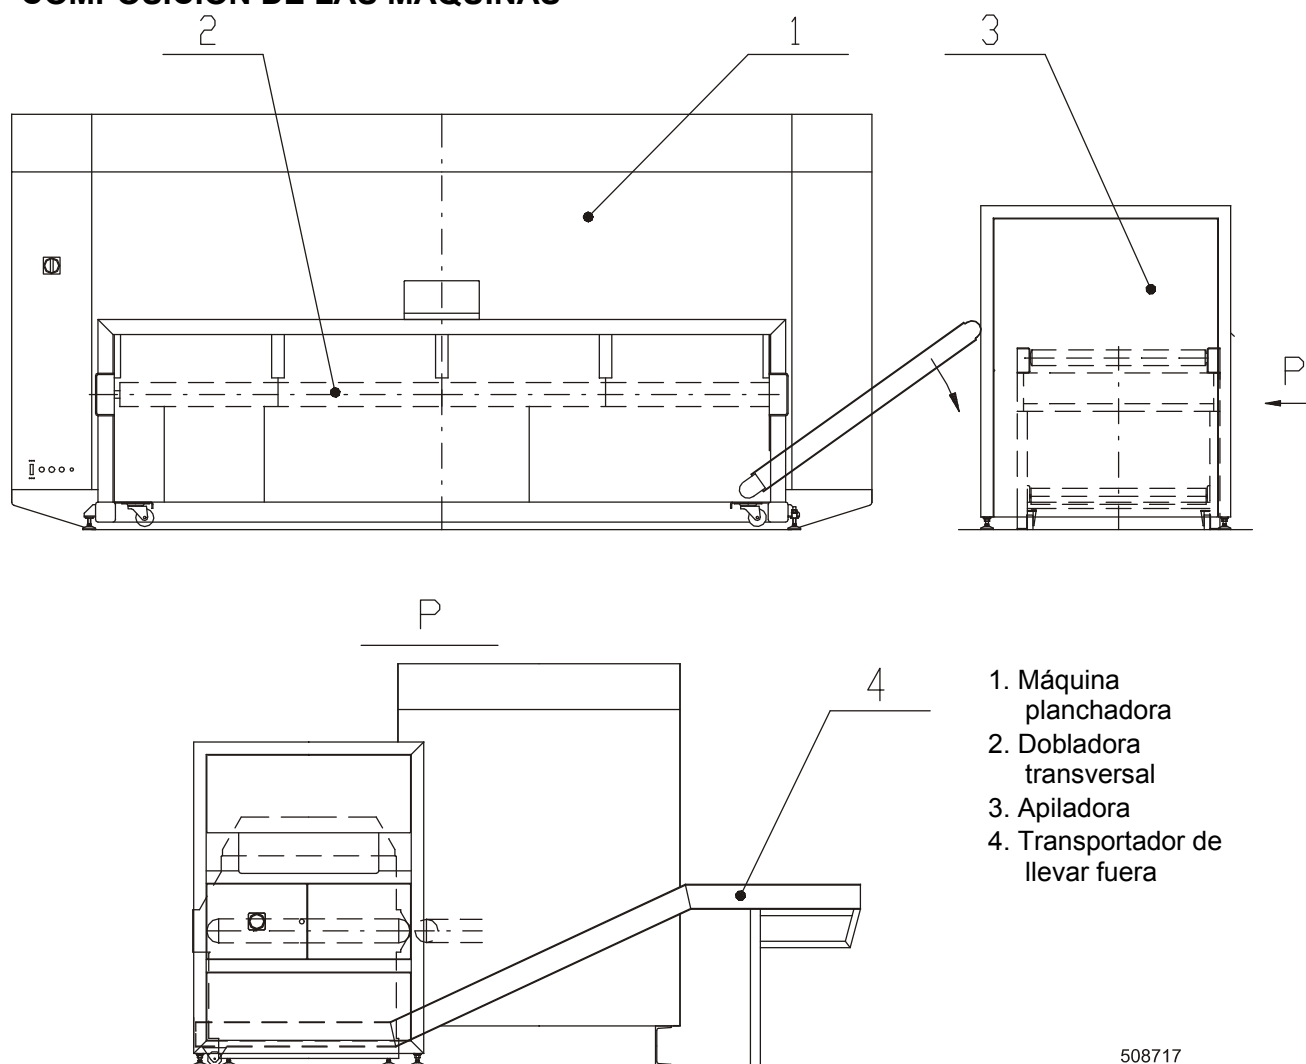

Fig. 4.11.4.A
La unión de la admisión de aire entre la máquina planchadora, la dobladora transversal y la apiladora se realizará mediante la pieza de unión rápida G 1/4" y la manguera de aire PU 8x1,25, Fig. 4.11.4.A - pos. 3,5.
La conexión eléctrica entre la máquina planchadora y la dobladora transversal, Fig. 4.11.4.A - pos. 1, entre la máquina planchadora y la apiladora, (4), entre la apiladora y el transportador, (6) se realizará por medio de los conectores eléctricos.
El mando de la máquina dobladora transversal y la apiladora está asegurado por medio de los conectores, Fig. 4.11.4.A - pos. 2, 7 de la máquina planchadora.